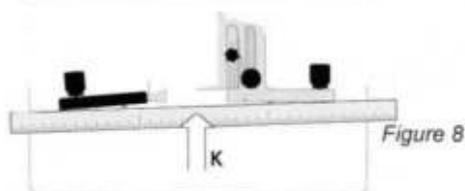
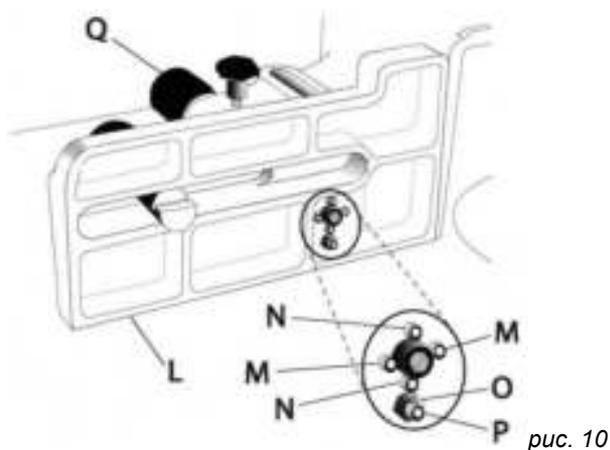

рис. 8
рис. 10
7. Прижимайте поверочную линейку (К, рис. 8). Убедитесь, что обе половины упора выровнены, как показано в иллюстрации 9. Это достигается, поочередным изменением выхода двух *регулирующих винтов* (М., рис. 10) из передней части упора (L, рис. 10) 3-миллиметровым шестигранным ключом, периодически, придвигая левую часть упора, вращая ручку (Q, рис. 10) как требуется.
**Важно:** рекомендуется, чтобы регулирование винтов (М., рис. 10) за один оборот вращения не превышали 1/16 дюйма
8. Поместите поверочный угольник на стол, придвинув к упору (L, рис. 10).
9. Если регулирование требуется, крутить *винты* N (рис. 10).
5. Используя 10-миллиметровый гаечный ключ, ослабьте *контргайку* (O, рис. 10), который обеспечивает *нулевое положение винта установки* (P, Рис., 10) *искривления* (L, рис. 10).
6. Поверните в одну или в другую сторону *винт* (P, рис. 10), как требуется, чтобы выровнять направляющие, как показано в чертеже M.
7. Закрутите *контргайку* (O, рис. 10).